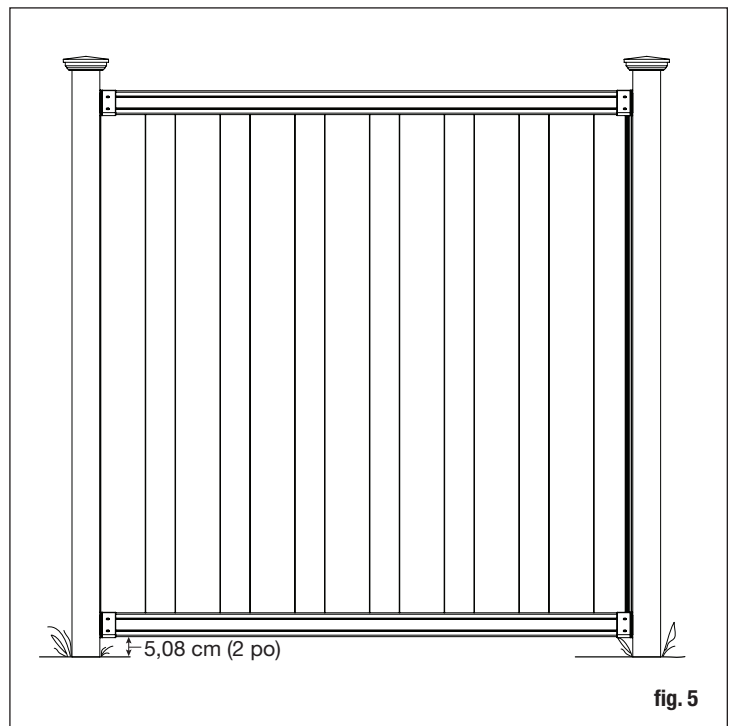

fig. 5
- Starting at a corner, mix concrete in the first hole per the instructions on the bag. Mix thoroughly and install the post into the hole and tap the post to the proper depth. Measure to be sure you can install the finished panel to the post with approximately a 2" gap from the ground to the bottom of the panel. You may also need to leave a space from the highest point of the panel to the top of the post (fig. 5). The spacing allows the cap to be installed on top of the post without interference with the top rail.
- Comenzando desde la esquina, mezcla el concreto en el primer orificio de acuerdo con las instrucciones de la bolsa. Mezcla completamente, instala el poste en el orificio y golpea el poste hasta la profundidad adecuada. Mide bien para asegurar que puedas instalar el panel terminado al poste con un espacio de aproximadamente 5.1 cm entre el suelo y la parte inferior del panel. También pudiera ser necesario dejar un espacio desde el punto más alto del panel hasta la parte superior del poste (Fig. 5). El espaciado permite que el tope se instale en la parte superior del poste sin interferir con la baranda superior.